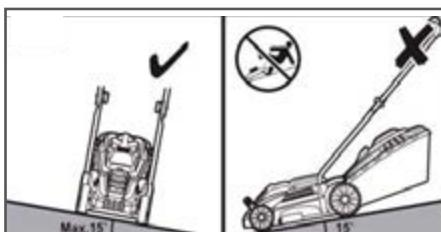

Рис. 12 Положение газонокосилки при кошении.
- Запрещается работать газонокосилкой, если угол склона превышает 15° (Рис. 12).